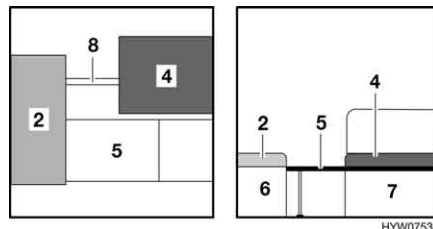

Fig. 106 Durante la trasformazione
- Estrarre la stanga del letto (Fig. 106,8) dal cassone letto del divano (Fig. 106,6).
- Sollevare le due parti ribaltabili dei cassoni del letto e agganciare la stanga del letto trasversalmente tra i due cassoni del letto (Fig. 106,6 e 7).